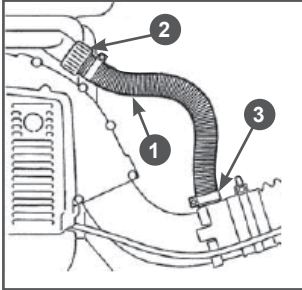

Рис. 12 Установка шланга распылителя
3. Установите вместо выпускного шланга опрыскивателя шланг распылителя 1 (Рис. 12), закрепите его гайкой 2 на патрубке бака и хомутом 3 на патрубке напорной трубы.